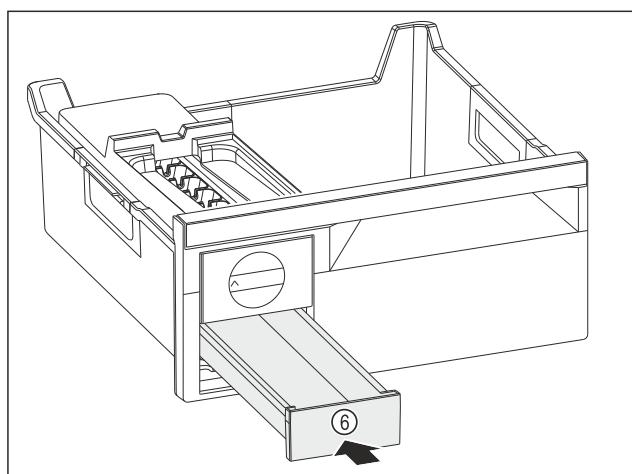

Fig. 92
- Вкарайте чекмеджето за ледени кубчета Fig. 92 (6).